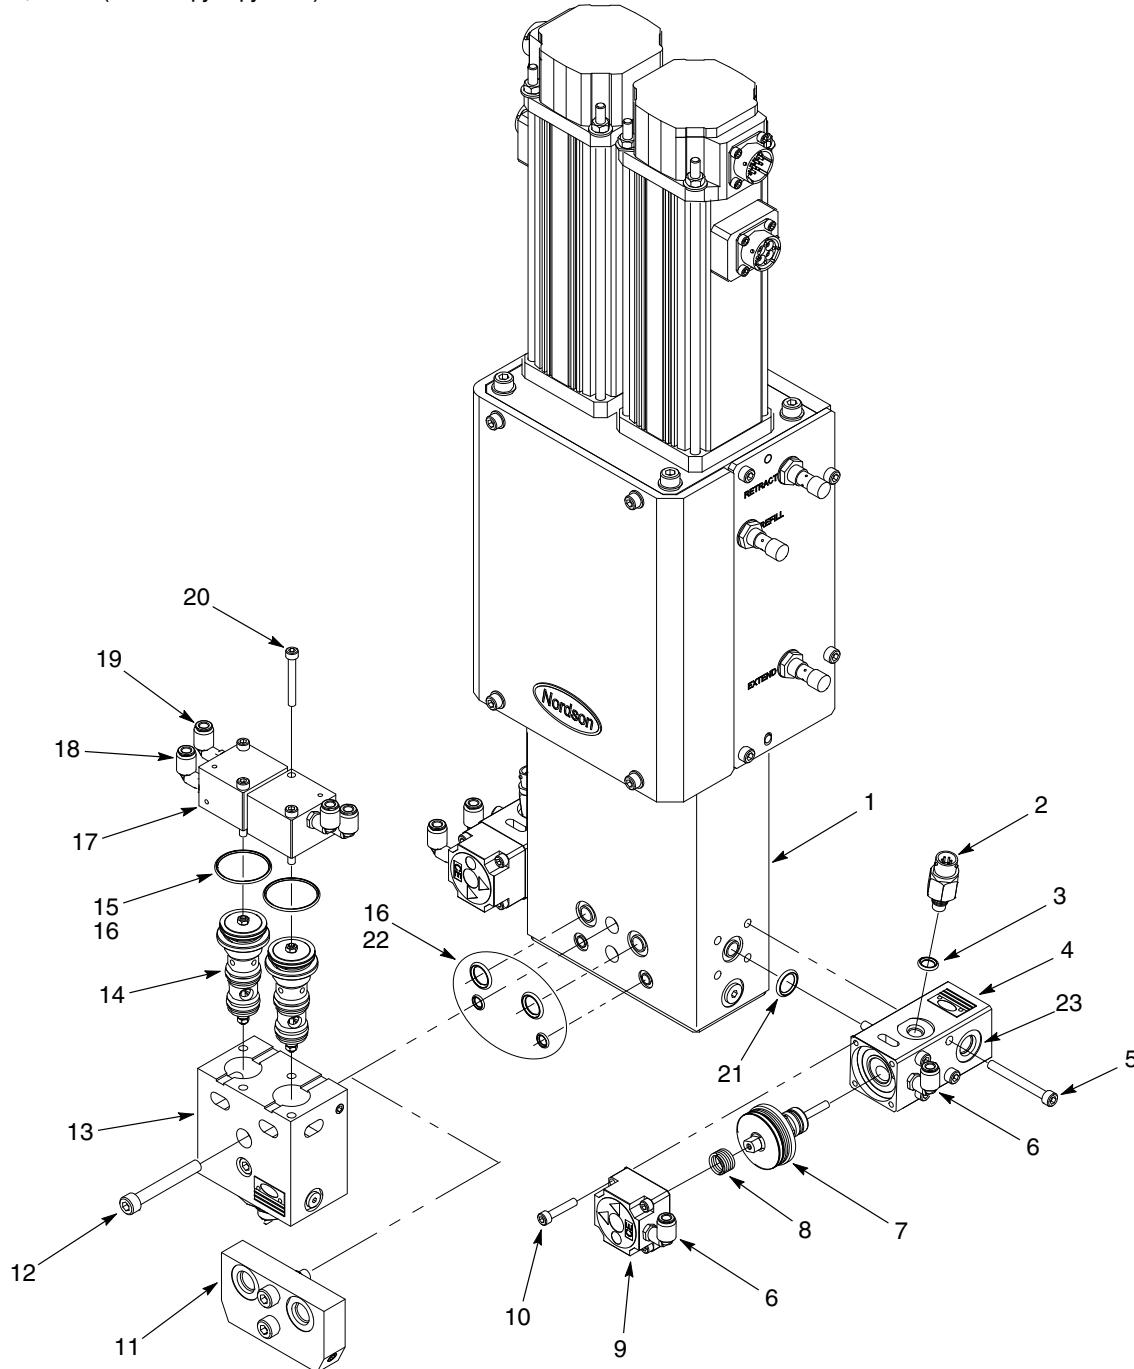

Рис. 9 Ремонт выпускного и выпускного клапанов
- См. рис. 9. Вывернуть винты (10) крепления крышки пневмоцилиндра (9) на корпусе клапана (4). Вынуть пружину (8) из корпуса клапана.
- При помощи миниатюрной отвертки извлечь уплотнительный картридж (7) из корпуса клапана (4).
- Установить новый уплотнительный картридж (7) в корпус клапана (4).
- Поставить пружину (8) на уплотнительный картридж (7).
- Смонтировать крышку пневмоцилиндра (9), используя винты (10). Затянуть винты моментом 8,5–9 Н•м (75–80 дюйм-фунтов).
- См. рис. 9. Вывернуть винты (20) крепления крышки пневмоцилиндра (17) на корпусе клапана (13). Снять крышку пневмоцилиндра.
- Вставив отвертку в пазы в корпусе клапана (13), поддеть и извлечь уплотнительный картридж (14).
- Нанести соответствующую смазку (16) на уплотнительные кольца (15).
- Вставить новый уплотнительный картридж в корпус клапана (13).
- Смонтировать крышку пневмоцилиндра (17), используя винты (20). Затянуть винты моментом 5,65 Н•м (50 дюйм-футов).
- Повторить операции 2–7 для остальных уплотнительных картриджей (14).
- См. рис. 9. Отсоединить от выпускного клапана (4) следующее:
- кабель от преобразователя давления (2)
- пневматические линии от угловых фитингов (6)
- линию материала от впускного порта (23)
- Вывернуть винты (5) крепления выпускного клапана (4) к дозатору S2K (1).
- Снять уплотнительное кольцо (21) и проверить его на наличие повреждений. При необходимости заменить уплотнительное кольцо.
- Снять с заменяемого выпускного клапана (4) и переставить на новый выпускной клапан следующие части:
- преобразователь давления (2); затянуть моментом 5–5,6 Н•м (45–50 фут-фунтов).
- угловые фитинги (6)
- Смонтировать выпускной клапан (4) на дозаторе S2K (1), используя винты (5). Затянуть винты моментом 13,5 Н•м (10 фут-фунтов).
См. рис. 9. Данная процедура относится лишь к конфигурациям, в которых выпускной клапан установлен на дозатор S2K (1). Если на дозатор S2K установлен коллектор (11), то при выполнении процедур ремонта необходимо следовать руководству, поставленному вместе с соответствующим выпускным клапаном.
- Вывернуть винты (12) крепления выпускного клапана (13) к дозатору S2K (1).
- Снять и выбросить уплотнительные кольца (22).
- Нанести на уплотнительные кольца (22) соответствующую смазку (16) и вставить их в корпус (1).
- Смонтировать новый выпускной клапан (13) на корпусе (1), используя винты (12). Затянуть винты моментом 33 Н•м (24 фут-фунтов).
1. См. рис. 9. Отсоединить кабель от преобразователя давления (2).
2. Извлечь преобразователь давления (2) из выпускного клапана (4).
3. Нанести на новое уплотнительное кольцо (3) преобразователя соответствующую смазку. Установить преобразователь давления (2) во выпускной клапан (4) и затянуть моментом 5–5,6 Н•м (45–50 фут-фунтов).
4. Присоединить кабель к преобразователю давления (2).